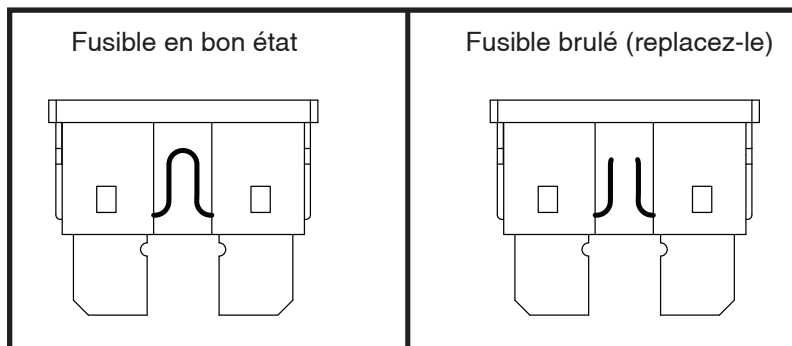

Figure 37. Le remplacement des fusibles
2. Examinez-le pour vérifier s’il est brûlé. **Voir la figure 37.**